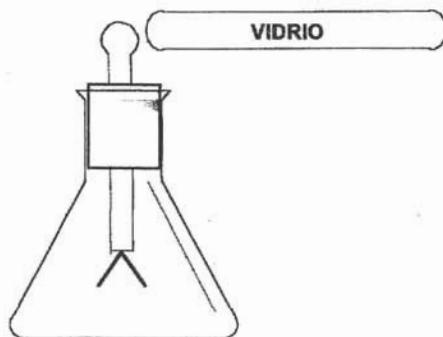

Figura 2.1
- a) Frote un paño de lana y una barra de vidrio, toque con la barra de vidrio el electroscopio de láminas figura 2.1.